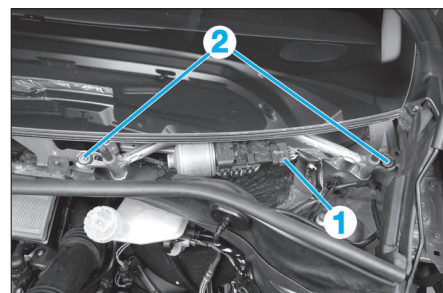

Fig. 16
- Débrancher le connecteur (1) (Fig.16).